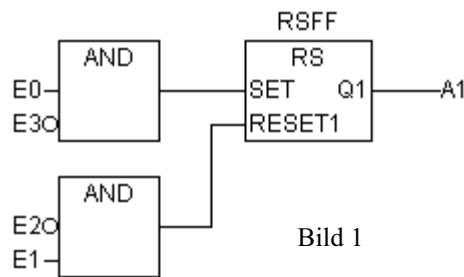

Bild 1
c)	Skizzieren Sie den Funktionsplan eines Programms, das den Funktionsblock nach Bild 1 benutzt